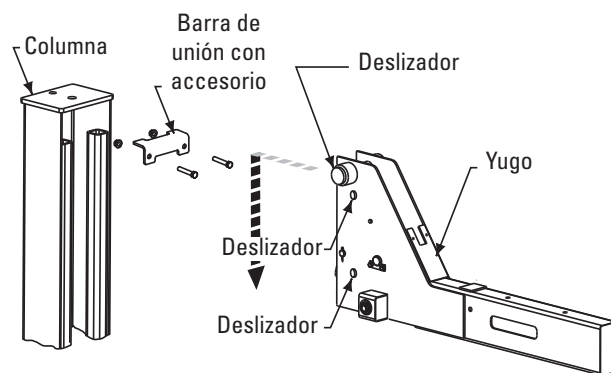

Fig. 12
- Recueste la columna, con la parte trasera de la columna al piso. Retire la barra de unión instalada cerca de la parte superior de los tubos de la columna. Retire la varilla enroscada a la barra del pasador del agujero en la placa superior y coloque la barra del pasador plana en la columna. Deslice el yugo en la parte superior de la columna y deslice a la parte inferior de la columna, Fig. 12. Vuelva a instalar la barra de unión. Reinserte la barra del pasador a través de la placa superior.